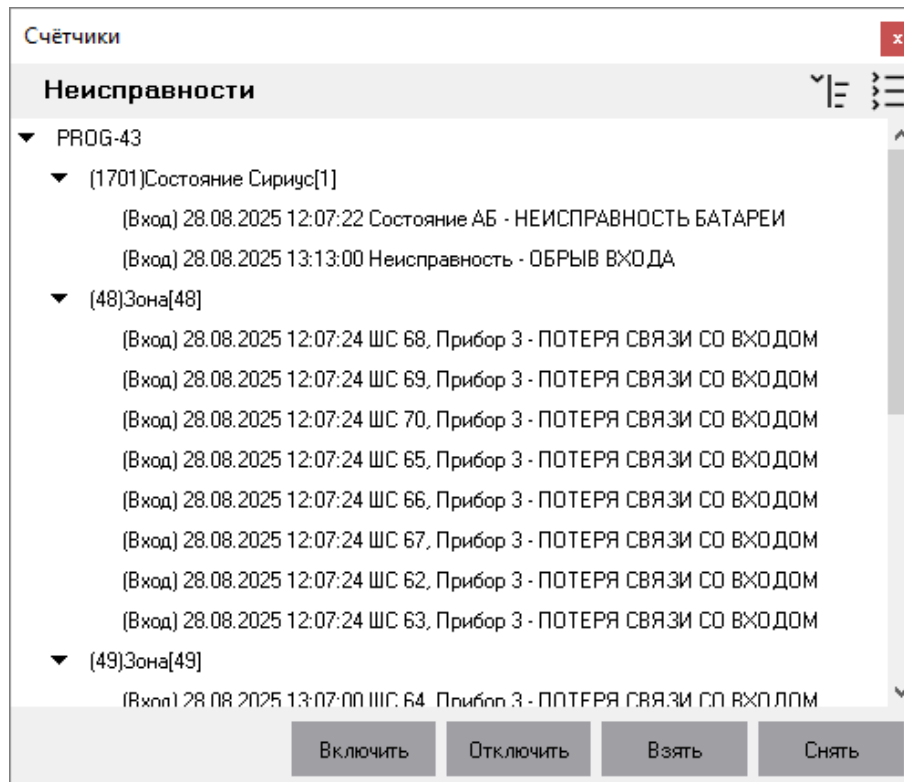

Рисунок 8-128 Функциональная вкладка "Счетчики" без отображения счетчиков
- без отображения счетчиков (см. Рисунок 8-128) – когда счетчики отображаются на панели счетчиков (см. п. 8.2.2) и на вкладке «Счетчики» отображаются элементы с состояниями, соответствующими счетчику, выбранному в панели счетчиков;